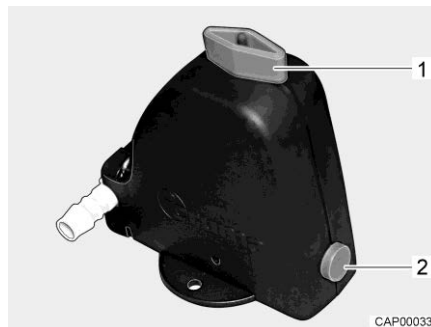

Fig. 261 Valve de sécurité et de vidange (Truma)
- Ouvrir la valve de sécurité et de vidange (Truma). Tourner le bouton rotatif (Fig. 261,1) dans le sens longitudinal par rapport à la valve de sécurité et de vidange. Le bouton-poussoir (Fig. 261,2) ressort.